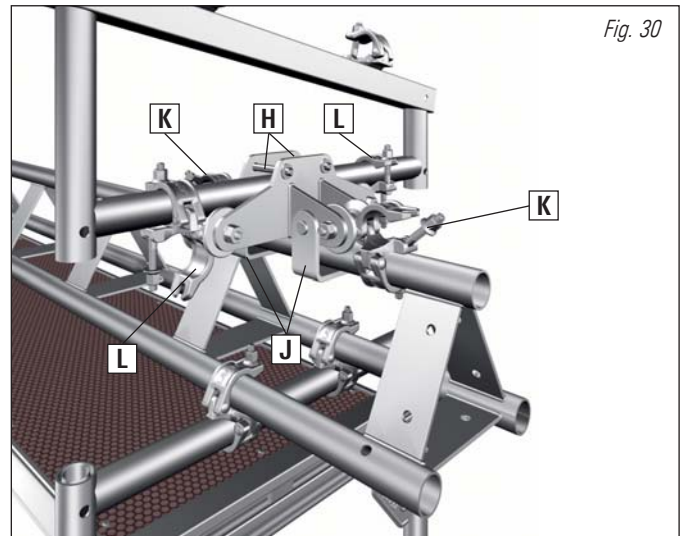

Fig. 30
För att hindra taket från att hoppa av från balkarna måste de U-formade låsen (J) monteras, så som visas i bild 30. För att förhindra oavsiktlig förflyttning måste ytterligare kopplingar monteras på balkens översta rör, framför och bakom hjulmodulerna (K). För att undvika rörelser i tvärsikten måste kopplingar (L) monteras på ena sidan av taket.